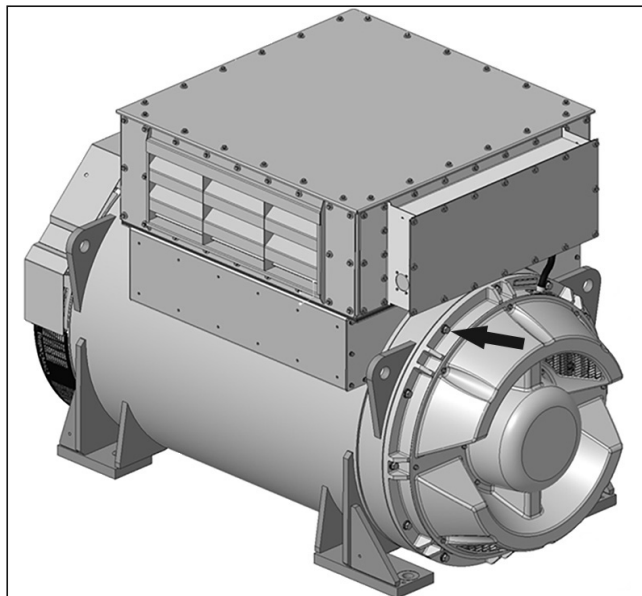

ABBILDUNG 14. ANWEISUNGEN ZUM ABNEHMEN UND ANBRINGEN DER LUFTANSAUGABDECKUNG
1. Entfernen Sie die Luftansaugabdeckung, indem Sie die 14 M8-Schrauben lösen, um Zugang zu den Befestigungsschrauben der Rotorhalterung zu erhalten. Siehe: Abbildung 14 auf Seite 29.
1. Entfernen Sie die Abdeckung des Lufteinlasses, um Zugang zu den Verschlusschrauben der Lagerhalterung des Rotors zu erhalten. Siehe: Abbildung 14 auf Seite 29.